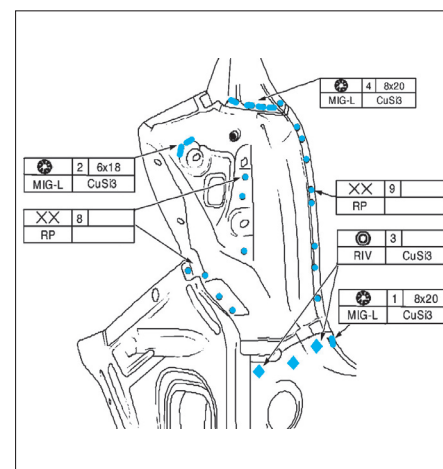

FIG. 122
- Perçer les 3 trous des rivets de fixation dans le logement de feu arrière (**fig. 122**).
- Riveter puis souder le logement de feu arrière (**fig. 122**).